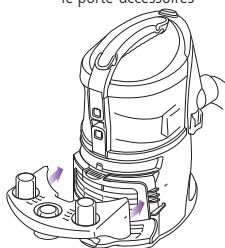
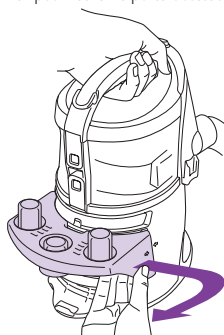

Fig. 2
Fig. 3
- 2 Insérez le porte-accessoires portatif au dos de l'aspirateur portatif. (fig. 2) Pour enlever le porte-accessoires, tenez l'aspirateur pas la poignée, tirez légèrement le côté droit et détachez-le de l'aspirateur portatif. (fig. 3)